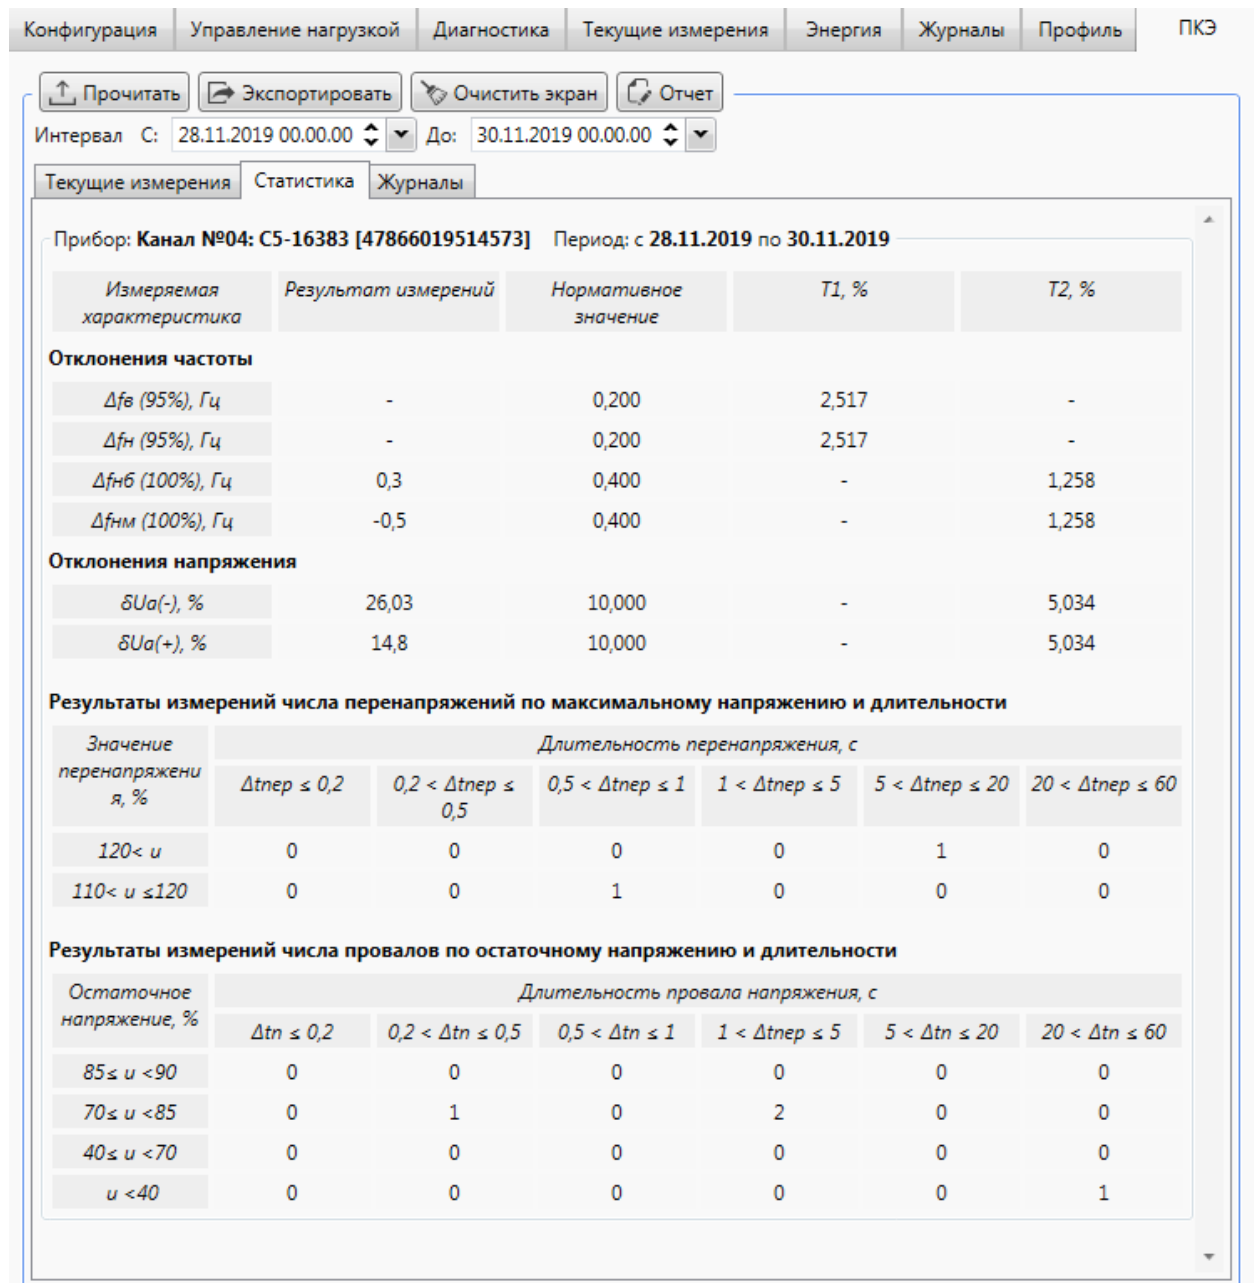

Рисунок 9.53 – Статистические данные ПКЭ
9.6.6.13 Для просмотра статистических данных счетчика необходимо перейти на вкладку *ПКЭ* области параметров программы КОНФИГУРАТОР и затем на вкладку *Статистика* (рисунок 9.53).